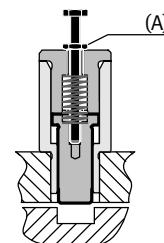

Fig. 3
1. Вкрутите винт (→ таблица Fig. 5) через отверстие **2** блокировки в конечных положениях в резьбу болта (→ Fig. 3).
- Используйте винт с контргайкой (A) для фиксации болта в разблокированной позиции (→ Fig. 3).